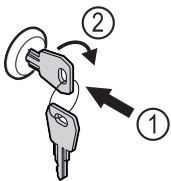

Fig. 126
- ▶ Zatlačte kľúč Fig. 126 (1).
- ▶ Otočte kľúč o 90° v smere hodinových ručičiek Fig. 126 (2).